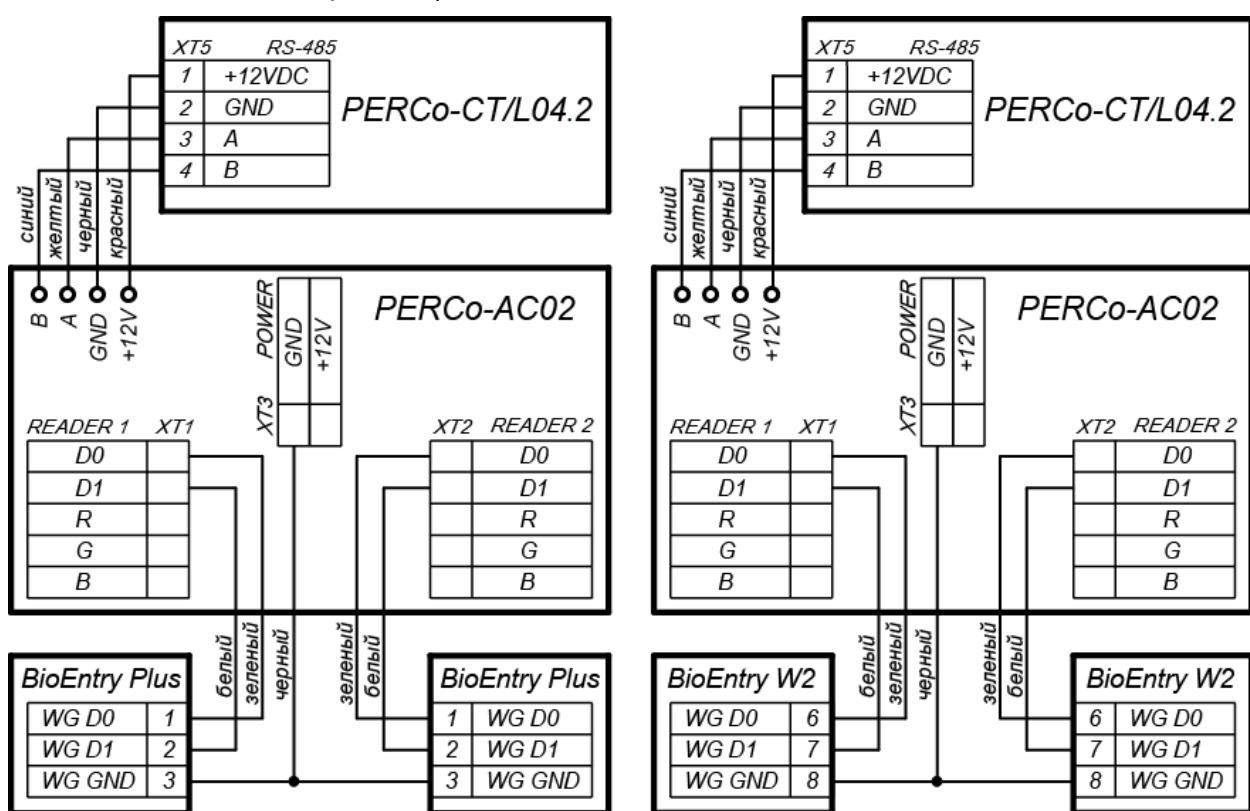

Рисунок 20. Схемы подключения контроллеров *Suprema* к контроллеру **PERCo-CT/L04.2** через конвертер интерфейса **PERCo-AC02**
2. В качестве считывателя отпечатков пальца при управлении одним из направлений двухстороннего замка (турникета). В этом случае поддерживается контроль зональности, ИУ управляет выходами контроллера **PERCo-CT/L04.2**. Контроллер *Suprema* подключается к контроллеру **PERCo-CT/L04.2** по интерфейсу *Wiegand* через конвертер интерфейса **PERCo-AC02** (схемы подключения - см. рис. 20).